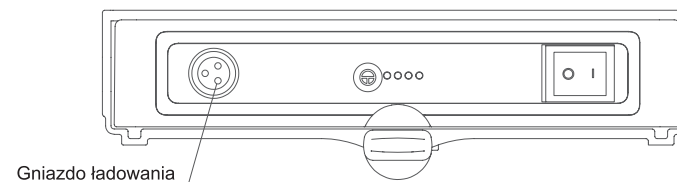

Rysunek 6.8
- Podczas ładowania należy włączyć przełącznik zasilania na baterii wózka i wyłączyć przycisk zasilania sterownika. Uwaga: przełącznik zasilania na baterii jest fabrycznie w pozycji wyłączonej. Pamiętaj o włączeniu przełącznika zasilania na czas ładowania baterii. „I” oznacza pozycję włączenia, a „O” – pozycję wyłączenia według rys. 6.8.
- Wciśnij przełącznik zasilania na baterii w pozycję „I” oznaczającą normalny tryb działania, jak pokazano na rys. 6.8.